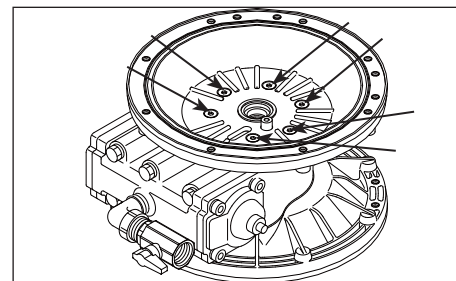

Figure 22
- Suppression de la retenue de 12 boulons de la chambre à air et retirer la chambre à air (voir figure 22).